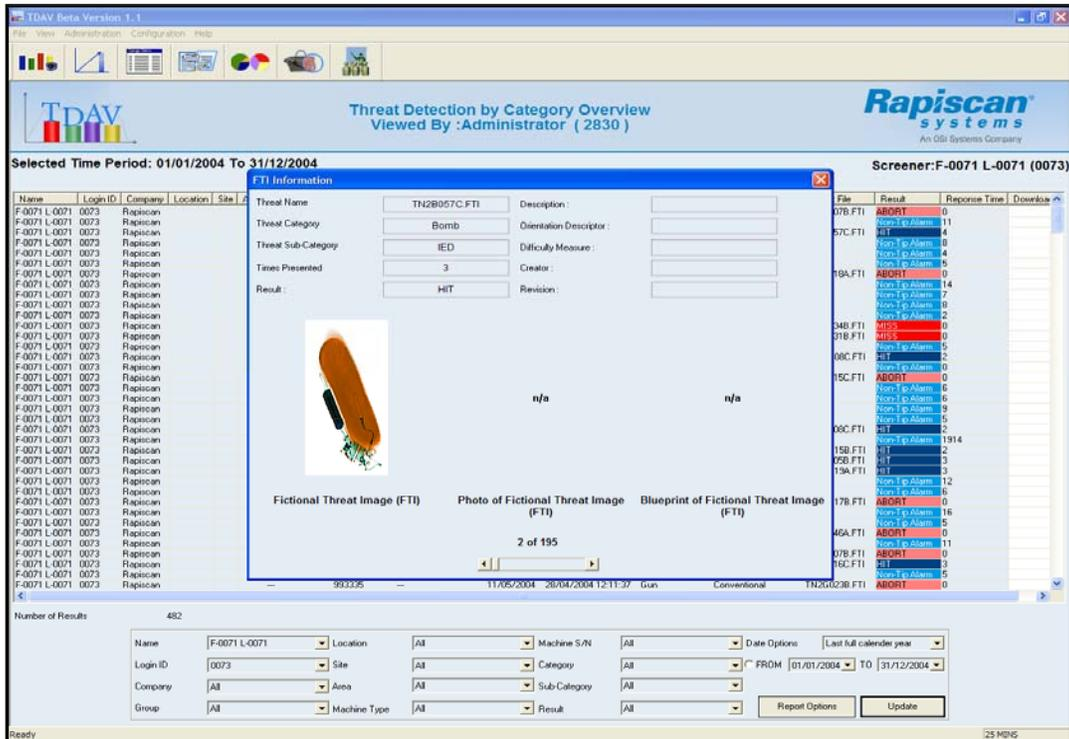

Рисунок 12 - При двойном щелчке появляются детали
- При двойном щелчке на результат, программа откроет всплывающее окно, в котором отображена информация о TIP (Рисунок 12).